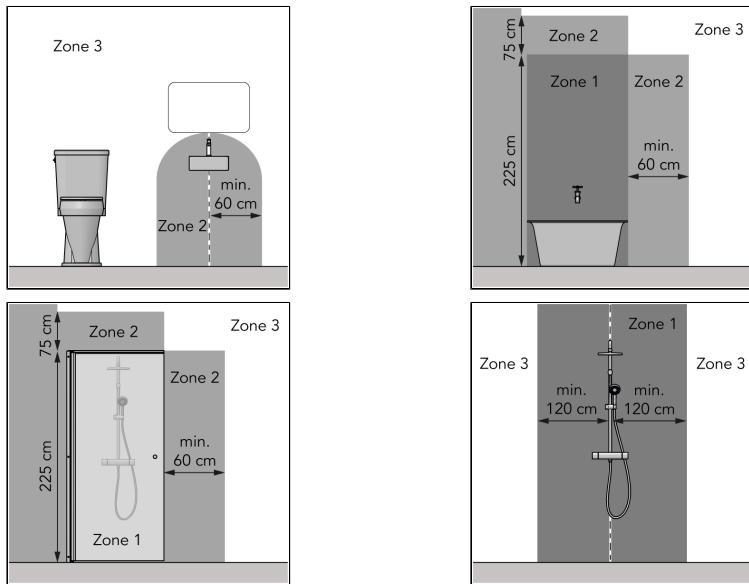

Figure 1.
- in zone 3 van een toiletruimte of badkamer met een bad, een douche met douchescherm of een douche zonder douchescherm, zie Figure 1;